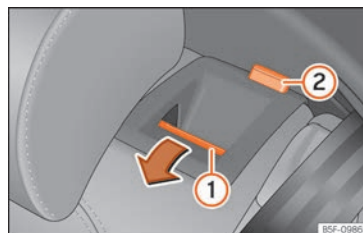

Fig. 122 Asiento trasero: abatir el respaldo.
- Pulse la tecla de desbloqueo » fig. 122 ① hacia delante y, al mismo tiempo, abata el respaldo. El respaldo trasero está desbloqueado cuando se ve una marca roja en la tecla ②.